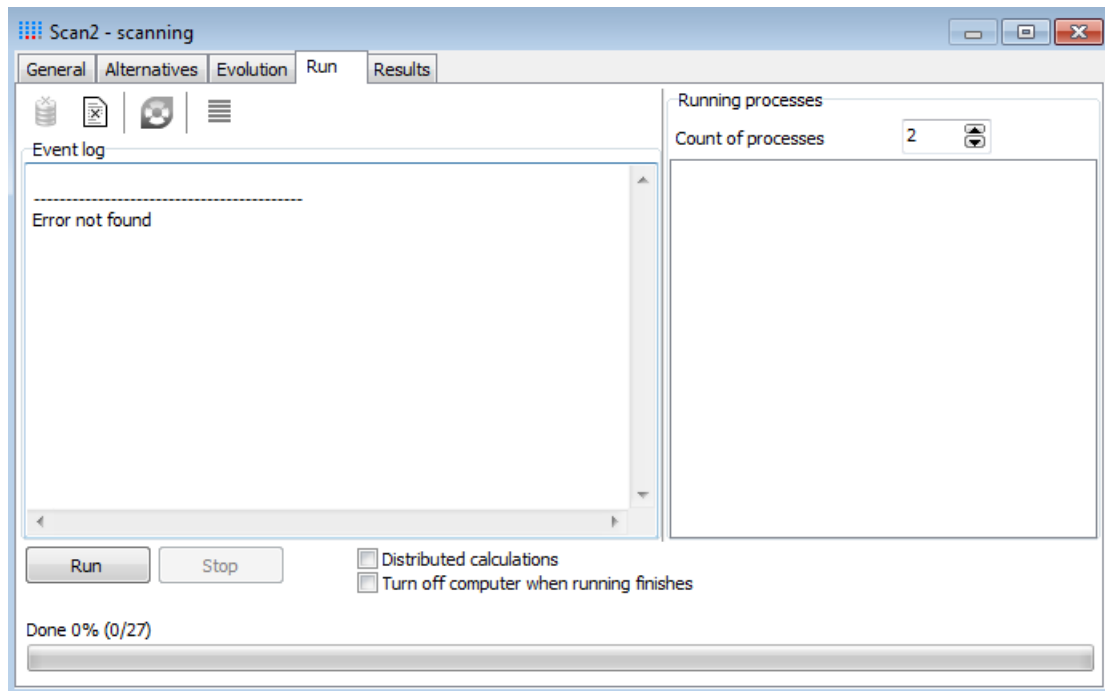

图 2.12 运行 Scanning 项目
2. 确保之前的每一步操作都正确，那么日志窗口将提示“**Error not found**”，如图 2.12 所示。